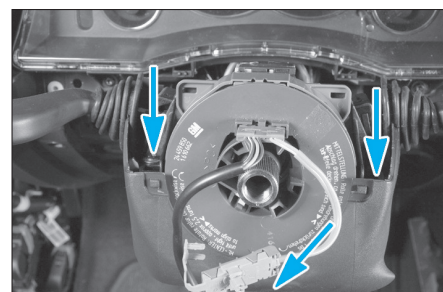

FIG. 5
- les 2 vis supérieures et la vis inférieure centrale de la demi-coquille inférieure (Fig.5),